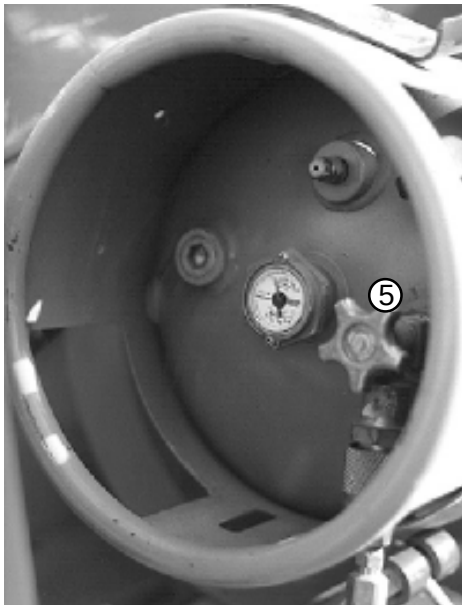

Fig. 10.7
Stäng ventilen (5) (se fig. 10.7) på gasolflaskan.